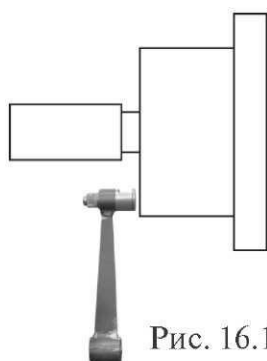

Рис. 16.1
16.2. Калибровка устройства измерения дистанции. Для оценки погрешности устройства ввода дистанции выдвиньте штангу ввода параметров и уприте ее палец в задний торец фланца вала, как показано на рис.16.1. При этом на индикаторах 1 отображается величина введённой дистанции, а на индикаторах 4 величина диаметра диска. Если величина дистанции на индикаторах 1 не равна $4,5 \pm 0,2$, то устройство ввода дистанции требует калибровки.